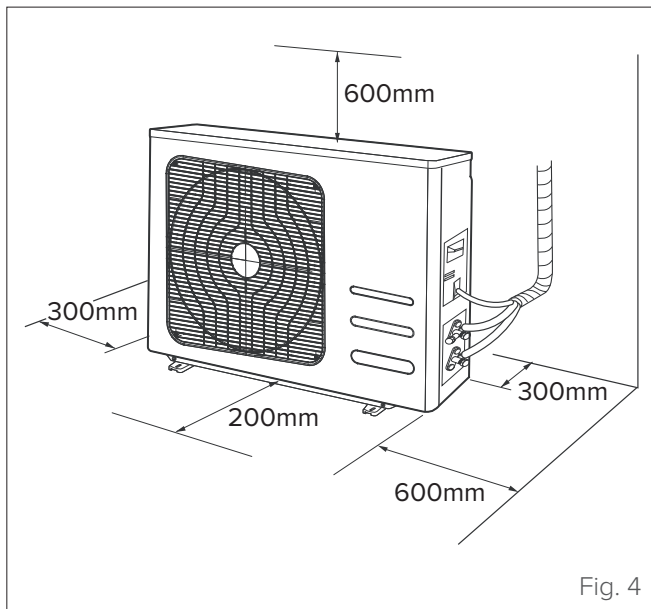

Fig. 4
- l'espace disponible pour l'installation doit répondre aux exigences indiquées (voir «Fig. 4»)